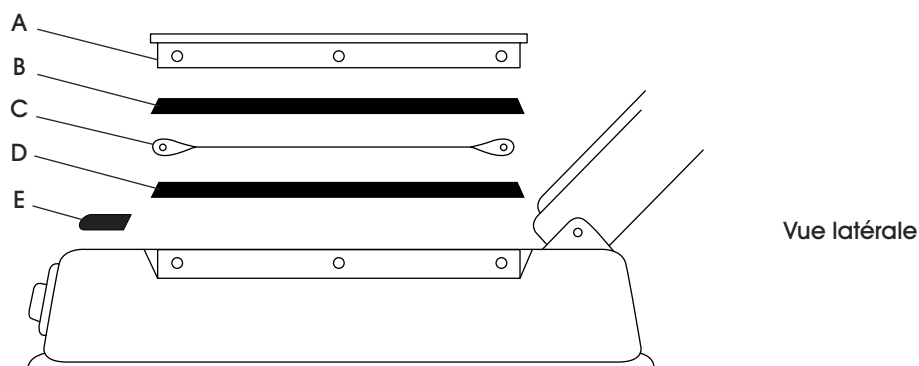

Figure 1
1. Retirez les vis ainsi que les plaques de protection (A) et le revêtement supérieur en PTFE (B). Retirez le couvercle de l'élément chauffant (E). Retirez l'élément (C) des bornes de branchement. (Voir Figure 1)
2. Si le ruban adhésif en PTFE inférieur (D) est utilisé, brûlé ou déchiré, il doit être changé. Le ruban en PTFE isole l'élément du boîtier de la scelleuse pour assurer le bon fonctionnement de la scelleuse. (Voir Figure 1) Si cette bande n'est pas utilisée, passez à l'étape 5.